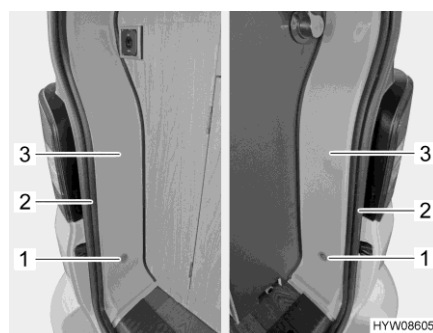

Fig. 73 Accesso a luci posteriori
- Sollevare il cappuccio (Fig. 73,1) della vite di fissaggio con cautela, utilizzando un oggetto piatto e non affilato (p. es. coltello).
- Sfilare la gomma di guarnizione della porta (Fig. 73,2) quanto basta per liberare il diaframma (Fig. 73,3).